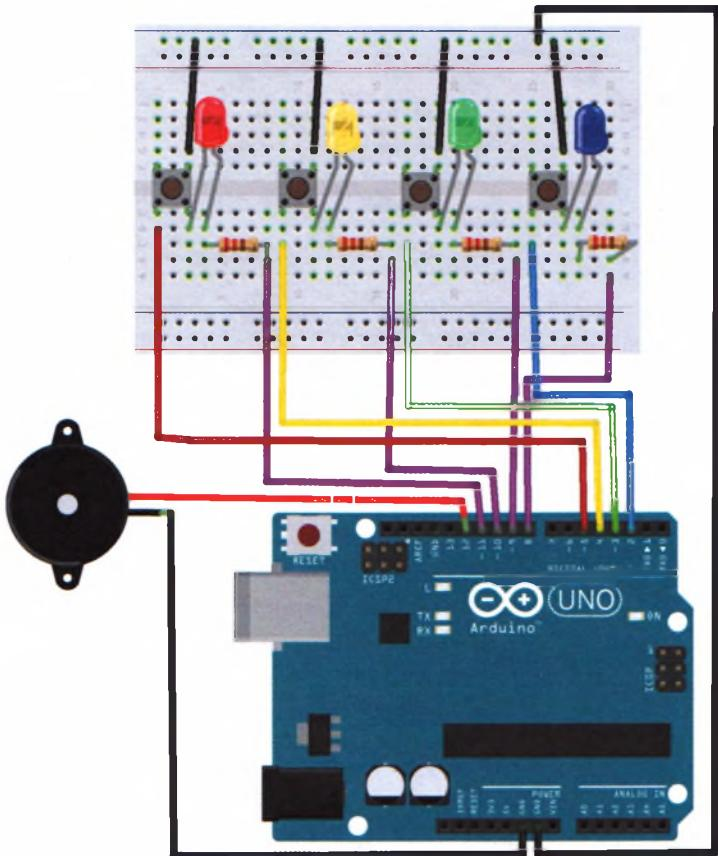

РИСУНОК 8.3
- Установите светодиоды в макетную плату так, чтобы короткая ножка (катод) каждого из них была соединена с контактом C каждой кнопки. Установите длинную ножку (анод) каждого светодиода в отверстие справа, как показано на рис. 8.3.
- Установите на макетную плату резисторы с сопротивлением 220 Ом так, чтобы одна из ножек каждого резистора была соединена с длинной ножкой (анодом) каждого светодиода. Другую ножку каждого резистора с помощью перемычек подключите к Arduino к контактам 8–11, как показано на рис. 8.3.
- Убедитесь, что ваша цепь соответствует схеме на рис. 8.3, а затем загрузите в память Arduino код скетча, приведенный в разделе «Скетч» далее в этом проекте.